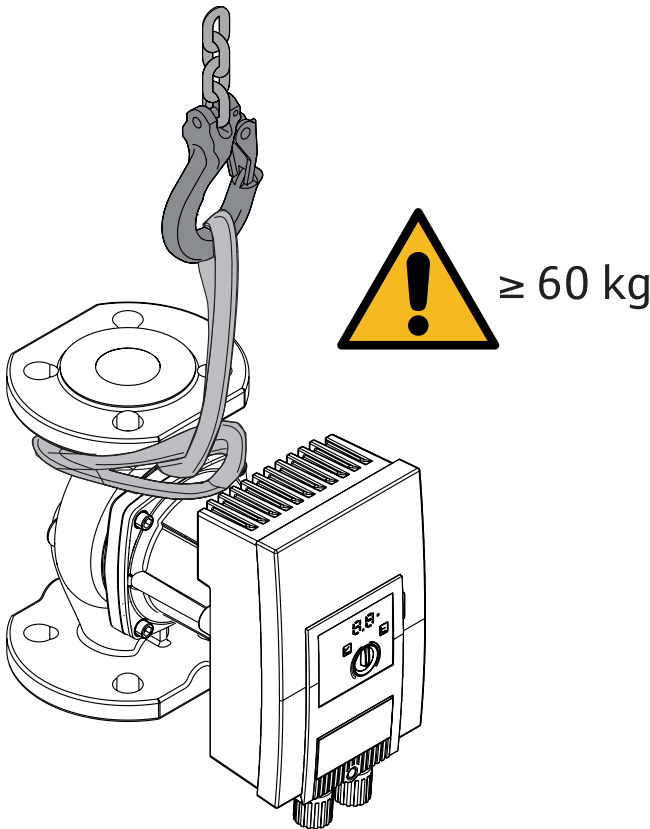

Fig. 3: Transporteren
- Alleen aan motor of pomphuis dragen → Fig. 3.